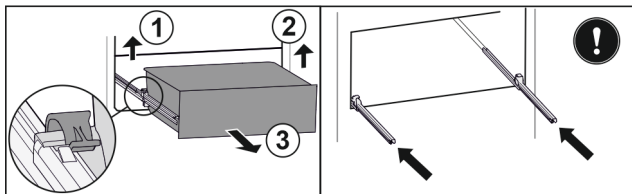

Fig. 82
- ▶ Приподнимите левый зажим и одновременно вытяните движением вперед выдвижной ящик слева. Fig. 82 (1)
- ▶ Приподнимите правый зажим и одновременно вытяните движением вперед выдвижной ящик справа. Fig. 82 (2)
- ▶ Извлеките выдвижной ящик движением вперед. Fig. 82 (3)